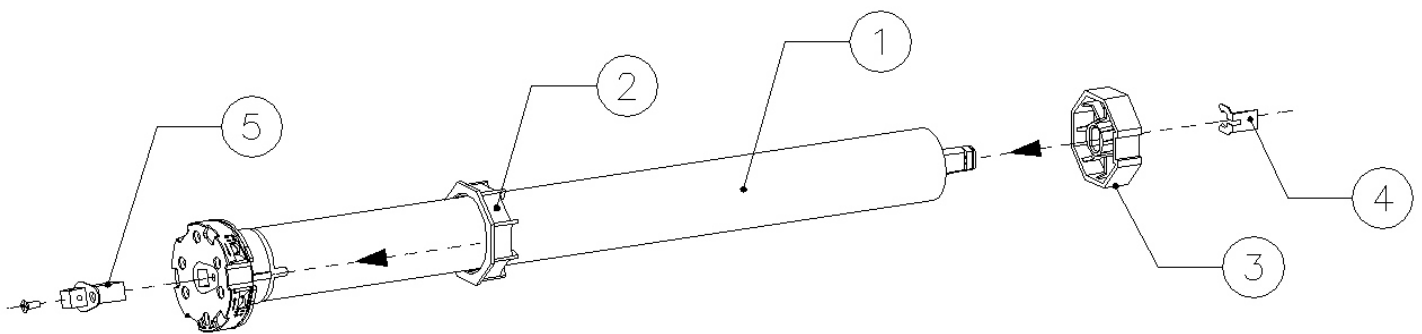
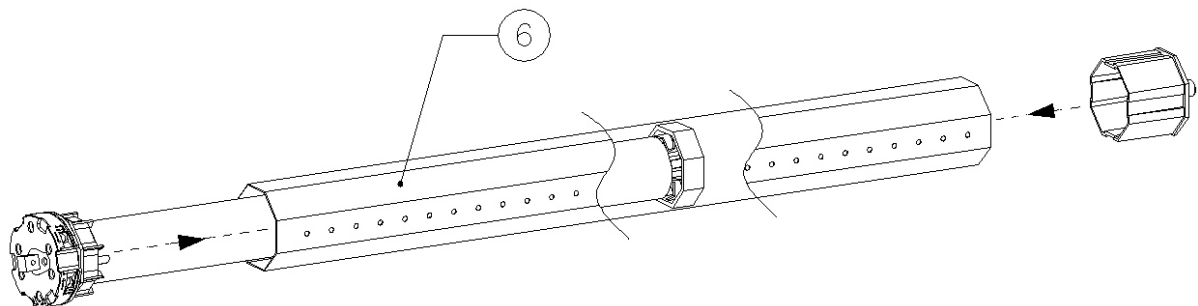
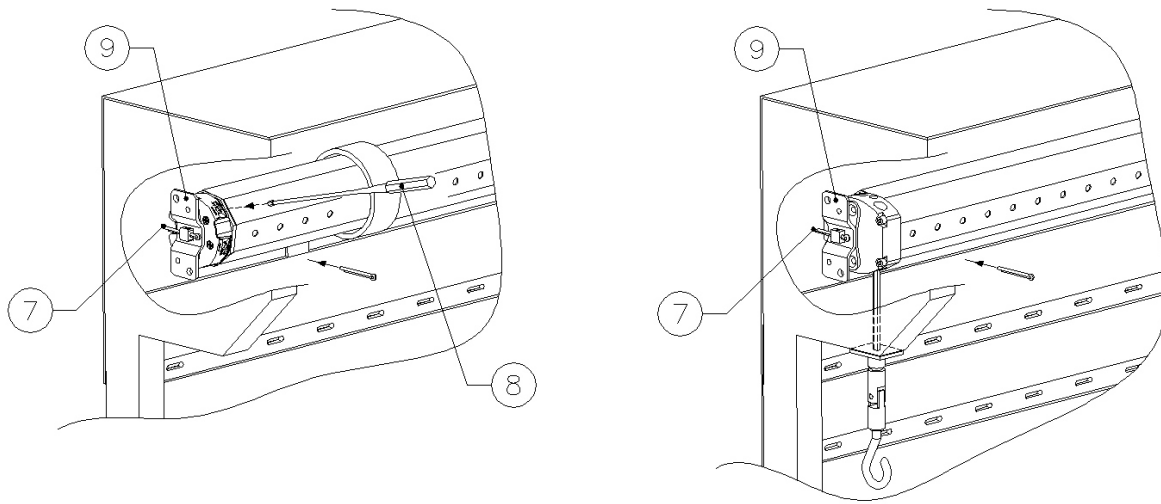
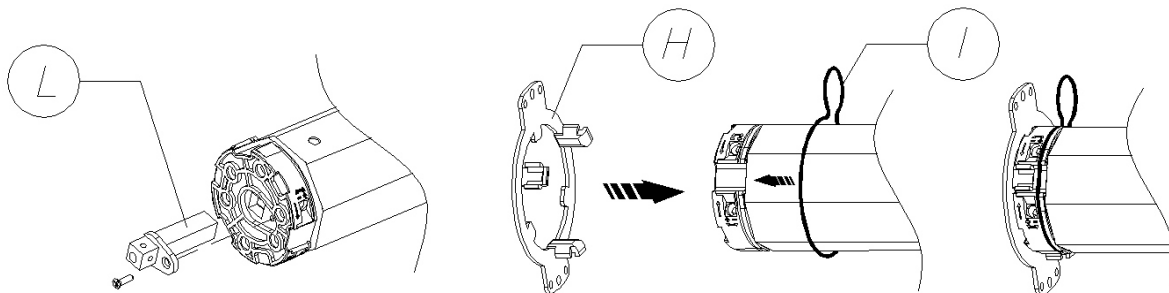

Fig.1
Fig.2
Fig.3
Fig.4
Facendo riferimento allo schema di montaggio, preparare il motoriduttore con la seguente sequenza di operazioni: **A)** Infilare la corona del finecorsa (2) sul motoriduttore (1) fino ad inserirsi nel corrispondente anello di finecorsa facendo combaciare le due scanalature; spingere fino alla battuta come indicato nella fig. 1. Inserire la puleggia di trascinamento (3) sull'albero del motore e bloccarla con relativo fermo (4). Applicare l'adattatore per staffa (5) sulla testa del finecorsa bloccando con le apposite viti date in dotazione. **B)** Introdurre il motoriduttore così assemblato nel tubo di avvolgimento (6) fino ad inserire anche l'estremità della corona (2), (vedi fig. 2). Fissare la puleggia di trascinamento (3) al tubo di avvolgimento (6) mediante una vite in modo tale da evitare possibili slittamenti e movimenti assiali del motore. **C)** Infine bloccare la testa del motoriduttore all'apposita staffa (9) mediante la copiglia (7) data in dotazione (fig.3). **D)** Prima di agganciare il telo al rullo eseguire il collegamento elettrico come mostrato in fig. 4. **E)** Premere il pulsante di salita o discesa per verificare la rotazione del rullo nel senso di avvolgimento e/o svolgimento del telo (in caso contrario invertire i cavi nero e marrone. A questo punto, premere il pulsante di discesa fino al completo arresto della rotazione del rullo. Agganciare il telo al rullo, e premere il pulsante di salita fino a quando il telo si ferma. Procedere ora con la regolazione dei finecorsa, attraverso l'apposito regolatore (8).
En référence au schéma de montage, préparer le motoréducteur en suivant ces instructions: **A)** Enfiler la couronne du fin-de-course (2) sur le motoréducteur (1) jusqu'à son insertion dans l'anneau de fin-de-course en faisant coïncider les deux rainures; pousser jusqu'à la feuillure, comme indiqué à la fig.1. Insérer la poulie d'entraînement (3) sur l'arbre du moteur et la bloquer avec un arrêt (4). Appliquer l'adaptateur pour support (5) sur la tête du fin-de-course en bloquant avec les vis fournies. **B)** Introduire le motoréducteur assemblé dans le tuyau d'enroulement (6) jusqu'à l'insertion de l'extrémité de la couronne (2), (cf. fig. 2). Fixer la poulie d'entraînement (3) au tuyau d'enroulement (6) à l'aide d'une vis afin d'éviter les éventuels glissements et les mouvements axiaux du moteur. **C)** Enfin, bloquer la tête du motoréducteur à la bride (9) à l'aide de la goupille (7) fournie (fig.3). **D)** Avant d'accrocher la toile au rouleau effectuer le branchement électrique comme indiqué à la fig. 4. **E)** Appuyer sur la touche de remontée ou de descente afin de vérifier la rotation du rouleau dans le sens d'enroulement e/ou de déroulement de la toile (dans le cas contraire, inverser les câbles noir et marron). A ce niveau, appuyer sur le bouton de descente jusqu'à l'arrêt complet de la rotation du rouleau. Accrocher la toile au rouleau et appuyer sur le bouton de remontée jusqu'à l'arrêt de la toile. Procéder à présent au réglage des fin-de-course, à l'aide du régulateur (8).
Using the assembly diagram as your reference, prepare the gearmotor in the following operating sequence: **A)** Insert the rim of the limit switch (2) into the gearmotor (1) until it enters the corresponding run control ring and the two grooves engage. Push it up to the mechanical stop as indicated in figure 1. Place the driving pulley (3) onto the transmission shaft and block it with the corresponding retainers. (4). Fix the adaptor for the retaining bracket (5) onto the head of the limit switch with the screws provided. **B)** Introduce the gearmotor thus assembled into the winding spindle (6) until it inserts into the extremity of the rim (2), (see figure 2). Fix the driving pulley (3) to the winding spindle (6) by a screw to prevent the motor from sliding or moving axially. **C)** Finally block the head of the gearmotor onto the corresponding retaining bracket (9) using the splint pin (7) provided (figure 3). **D)** Before hooking awning to the winding spindle make the electric connections as illustrated in figure 4. **E)** Press the lifting and closing button to check that the winding spindle moves in the correct direction for winding and/or unwinding the awning (if the direction is incorrect invert the black and brown wires). At this point, press the closing button until the winding spindle stops. Attach the awning to the winding spindle and press the lifting button until the awning stops. Now regulate the limit switch, using the apposite adjustment (8).
Haciendo referencia al esquema de montaje, preparar el motorreductor en la siguiente secuencia de operaciones: **A)** Introducir la corona de final de recorrido (2) en el motorreductor (1) hasta colocarlo en el correspondiente anillo de final de recorrido haciendo coincidir las dos ranuras; empujar hasta el tope como se indica en la fig. 1. Introducir la polea de arrastre (3) en el árbol del motor y bloquearla con su correspondiente cierre (4). Aplicar el adaptador para abrazadera (5) en la extremidad del final de recorrido bloqueándolo con los tornillos que se incluyen. **B)** Introducir el motorreductor montado de esta forma en el tubo de recogida (6) hasta introducir también las extremidades de la corona (2), (ver fig. 2). Fijar la polea de arrastre (3) al tubo de recogida (6) con un tornillo, de forma que se eviten posibles deslizamientos y movimientos axiales del motor. **C)** Al final bloquear la extremidad del motorreductor en la abrazadera (9) mediante la chaveta (7) que se entrega (fig.3). **D)** Antes de enganchar la tela al rodillo realizar la conexión eléctrica como se muestra en la fig. 4. **E)** Presionar el pulsador de subida y bajada para comprobar la rotación del rodillo en la recogida y/o como se desenrolla la tela (en caso contrario invertir los cables negro y marrón) A este punto, presionar el pulsador de bajada hasta la completa parada de la rotación del rodillo. Enganchar la tela al rodillo y presionar el pulsador de subida hasta que se pare la tela. Proceder entonces con la regulación del final de recorrido a través del regulador (8).
Unter Hinweis auf das Montageschema sind die Rohrmotor mit der nachstehenden Aufeinanderfolge von Operationen vorzubereiten: **A)** Den Endanschlagkranz (2) auf den Rohrmotor (1) stecken, bis er in den entsprechenden Endanschlag eingefügt ist, wobei die zwei Rillen auf einander passen müssen; bis zum Anschlag drücken, wie in Abb. 1 gezeigt. Die Mitnehmscheibe (3) auf der Motorwelle einfügen und mit der entsprechenden Befestigung blockieren (4). Den Adapter für den Bügel (5) auf dem Kopf des Endanschlags applizieren und mit den eigens beigelegten Schrauben blockieren. **B)** Den auf diese Weise montierten Motor in das Aufwicklungsrohr (6) einfügen, bis auch die Extremitäten des Kranzes (2) eingefügt sind. (Siehe Abb. 2). Die Mitnehmscheibe (3) auf dem Aufwicklungsrohr (6) mittels einer Schraube derart befestigen, dass eventuelle Rutschbewegungen oder axiale Bewegungen des Motors vermieden werden. **C)** Schließlich den Kopf des Motors auf dem eigens vorgesehenen Bügel (9) mittels des beigelegten Splints (7) blockieren (Abb. 3). **D)** Vor der Befestigung der Markise an der Rolle ist die elektrische Verbindung wie auf Abb. 4 gezeigt herzustellen. **E)** Die Taste für das Heben und Senken drücken, um die Rotation der Rolle im Aufwicklungs- und/oder Abwicklungssinn der Markise zu prüfen (im gegenteiligen Fall ist das schwarze und das braune Kabel umzukehren). An diesem Punkt die Taste für das Senken bis zum völligen Stillstand der Rotation der Rolle drücken. Die Markise an die Rolle anhaken und die Hebetaste solange drücken, bis die Markise anhält. Den Endanschlag mit Hilfe des geeigneten Reglers einstellen (8).
Consultando o esquema de montagem, preparar o motorreductor com a seguinte sequência de operações: **A)** Enfiar a coroa do fim-de-percurso (2) no motorreductor (1) até que se introduza no anel de fim-de-percurso correspondente fazendo juntar as duas ranhuras, empurrar até que se assente como está indicado na fig. 1. Introduzir a roldana de arremetamento (3) no eixo do motor e bloqueá-la com o stop relativo (4). Aplicar o adaptador para suporte (5) no cabeçote do fim-de-percurso bloqueando com os parafusos apropriados fornecidos. **B)** Introduzir o motorreductor montado desta maneira no tubo de enrolamento (6) até que a extremidade da coroa se fique introduzida também (2), (veja fig. 2). Fixar a roldana de arrastamento (3) no tubo de enrolamento (6) mediante um parafuso de tal maneira que evite possíveis escorregadelas e movimentos axiais do motor. **C)** Por fim bloquear o cabeçote do motorreductor no suporte apropriado (9) mediante o perno (7) fornecido (fig. 3). **D)** Antes de enganchar o toldo ao rolo realizar a conexão elétrica como está mostrado na fig. 4. **E)** Pressionar o botão de subida ou de descida para verificar a rotação do rolo no sentido de enrolamento e/ou desenrolamento do toldo (caso contrário inverti os cabos preto e marrom). A esta altura, pressionar o botão de descida até que a rotação do rolo pare completamente. Enganchar o toldo ao rolo, e pressionar o botão de subida até que o toldo pare. A partir de então continuar fazendo a regulação do fim-de-percurso, por meio do regulador apropriado (8).
Il Motoriduttore è predisposto per l'utilizzo di una staffa ad innesto rapido (H), nel caso si volesse utilizzare questo tipo soluzione procedere come segue: **1)** Svitare la vite e sfilare il perno quadro (L); **2)** Inserire la testa del finecorsa nella staffa rispettando le alette di riferimento; **3)** Inserire la molla (I) nell'apposita sede allo scopo di vincolare il motoriduttore alla staffa (vedi fig. 4).
Le motoréducteur est conçu pour l'utilisation d'une chape à enrouleur rapide (H). Pour utiliser ce type de solution, procédez comme suit : **1)** Défaire la vis et faire glisser le pivot cadre(L). **2)** Placer la tête dans la fin de course dans la chape en respectant les ailettes de référence ; **3)** Placer le ressort (I) dans l'emplacement prévu pour relier le motoréducteur à la chape (cf. fig. 4).
The Gear Motor is set up for use with a fast coupling bracket (H), if you want to use this solution proceed as follows: **1)** Unscrew the screw and remove the square pin (L) ; **2)** Insert the limit stop head in the bracket in line with the reference tabs; **3)** Insert the spring (I) in the specific seat in order to attach the gear motor to the bracket (see fig. 4).
El motorreductor está preparado para la aplicación de una brida de conexión rápida (H); para utilizar este tipo de solución: **1)** Destornillar el tornillo y extraer el perno cuadrado(L); **2)** Colocar la culata del final de carrera en la brida respetando las aletas de referencia; **3)** Colocar el muelle (I) en su lugar para sujetar el motorreductor a la brida (véase la Fig. 4).
Der Getriebemotor ist für die Verwendung eines Schnellsteckbügels (H) vorgesehen. Falls Sie diese Art Bügel verwenden möchten, gehen Sie wie folgt vor: **1)** Lösen Sie die Schraube und ziehen Sie den rechteckigen Stift durch(L); **2)** Fügen Sie den Kopf des Endanschlags in den Bügel ein und achten Sie dabei auf die Klappen; **3)** Fügen Sie die Feder (I) an die geeignete Stelle ein, um den Getriebemotor mit dem Bügel zu verbinden (siehe Abb. 4).
O Motorreductor encontra-se predisposto para a utilização de um grampo de encaixe rápido (H), no caso de se pretender utilizar este tipo de solução proceder conforme se segue: **1)** Desaparafusar o parafuso e retirar o perno quadrado (L); **2)** Inserir a cabeça do fim de curso no grampo respeitando as aletas de referência; **3)** Inserir a mola (I) na respectiva sede com o objectivo de prender o motorreductor ao grampo (ver fig. 4)